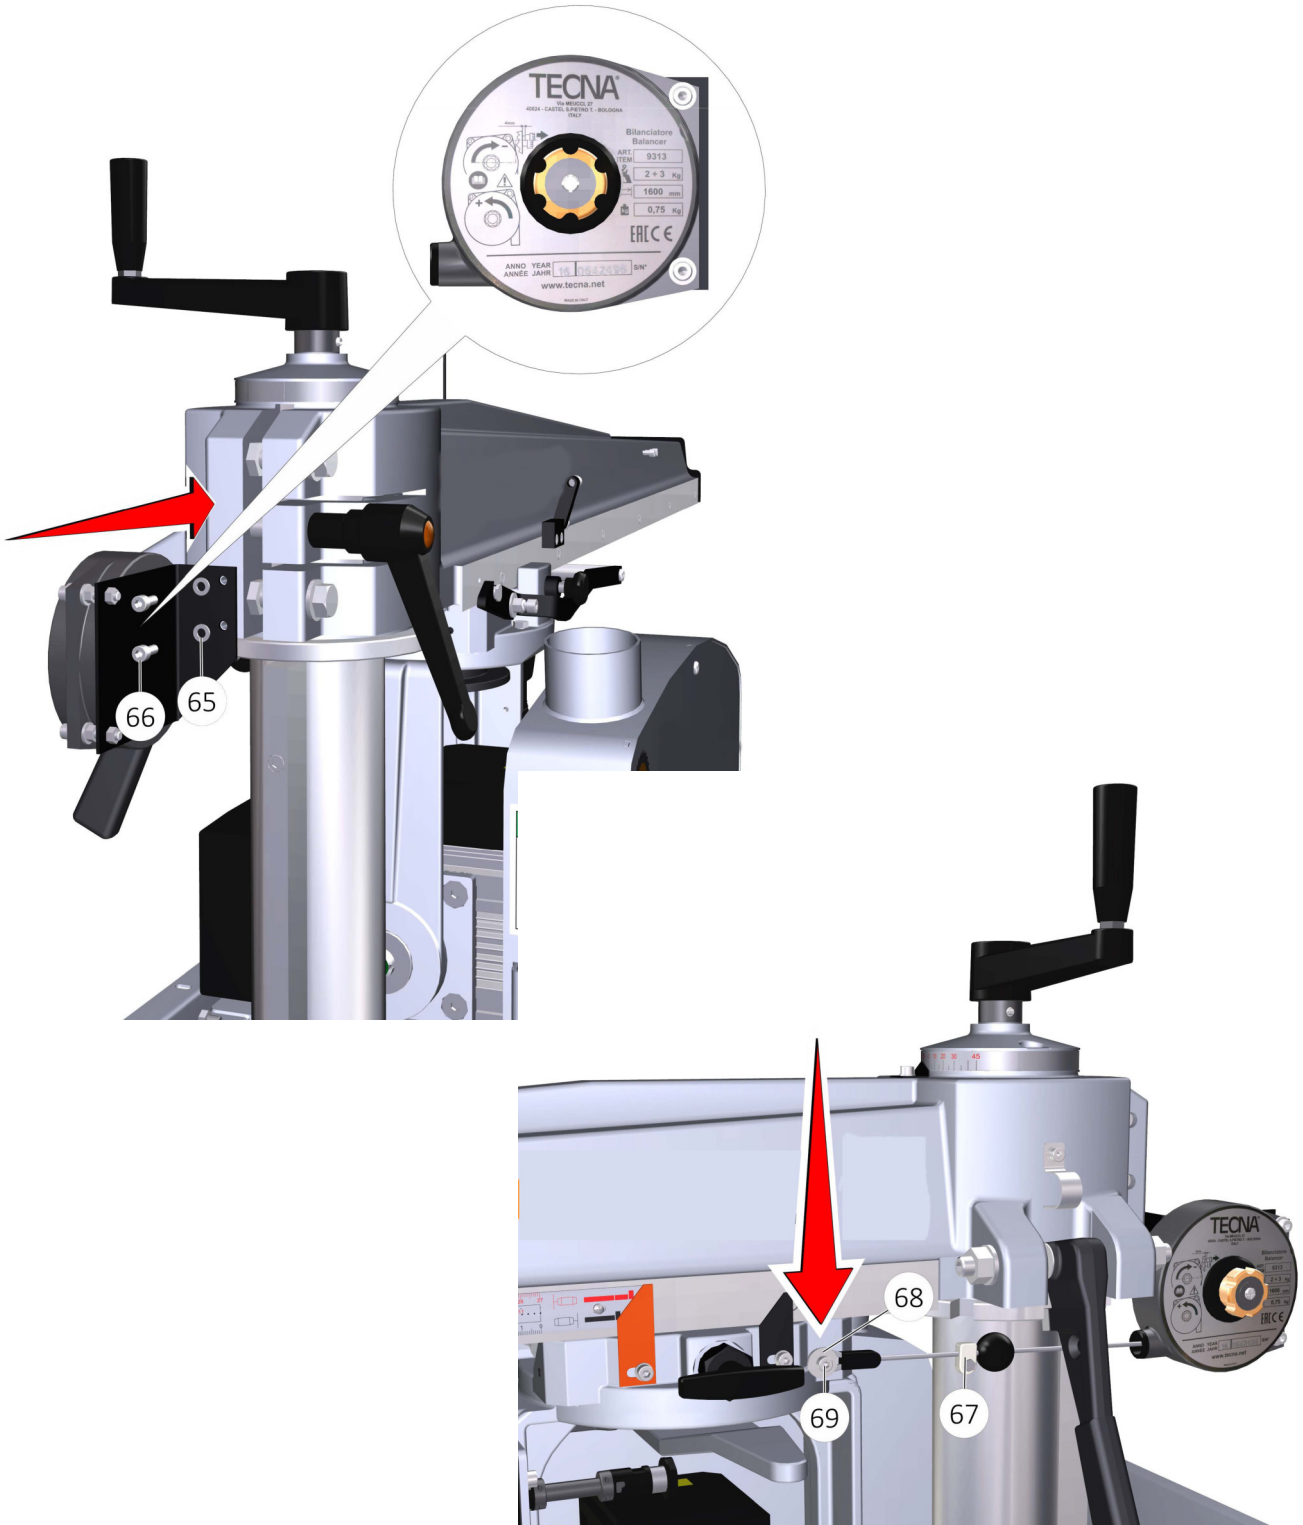

Abb.5-12: Montage
- Die Ausgleichseinheit einsetzen und mit den Schrauben (Pos. 66, Abb. 5-12) und den entsprechenden Unterlegscheiben (Pos. 65, Abb. 5-12) festschrauben.
- Das Ausgleichskabel (Pos. 67, Abb. 5-12) in das dafür vorgesehene Fach einhängen und mit der Schraube (Pos. 69, Abb. 5-12) und der entsprechenden Unterlegscheibe (Pos. 68, Abb. 5-12) sichern.